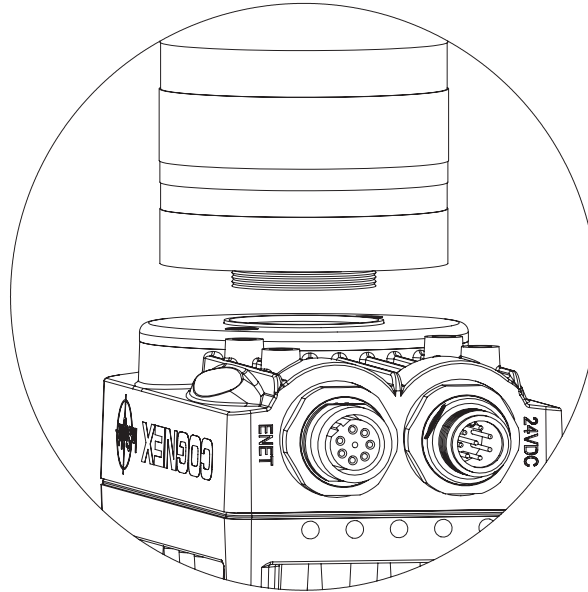

Figure 2-2 : Installation de l'objectif
1. Retirez le capuchon d'objectif et le film protecteur recouvrant le CCD, et installez un objectif à monture C sur le système de vision (Figure 2-2).